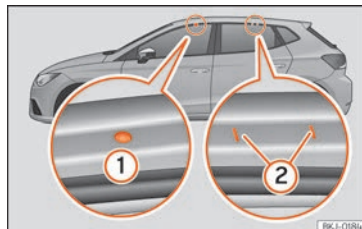

Abb. 168 Befestigungspunkte der Längsträger für den Dachgepäckträger.
Die vorderen und hinteren Befestigungspunkte ① und ② sind nur bei geöffneten Türen sichtbar »» **Abb. 168.**